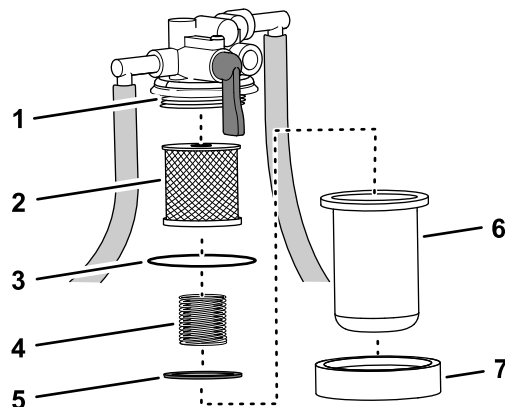

Figura 71
3. Aezai o tavă de golire sub recipientul filtrului de combustibil, îndepărtați piulia recipientului și scoateți recipientul filtrului de pe capul filtrului (Figura 71).
2. Montați elementul de filtrare la capul filtrului; consultați Figura 71 din Îndepărtarea elementului filtrului (Pagină 54).
3. Montați arcul și flotorul în recipientul filtrului de combustibil; consultați Figura 71 din Îndepărtarea elementului filtrului (Pagină 54).
4. Montați recipientul filtrului și piulia recipientului la capul filtrului și strângeți piulia manual; consultați Figura 71 din Îndepărtarea elementului filtrului (Pagină 54).